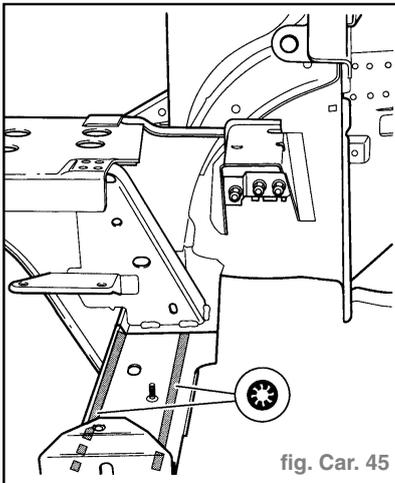

fig. Car. 45
- Souder la tôle de recouvrement du longeron par bouchonnage sous gaz de protection (fig. Car. 45).